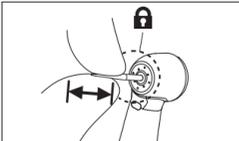

図 6
- 4 バーを押し引きして確実に装着されていることを確認します（図 6）。